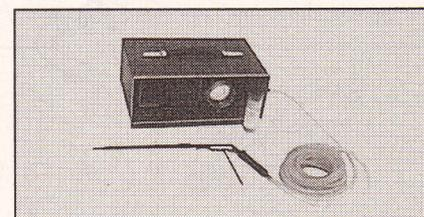

Fig. 4.118
V.A.G 1363 Analizador de monóxido de carbono (CO) (Fig. 4.118).